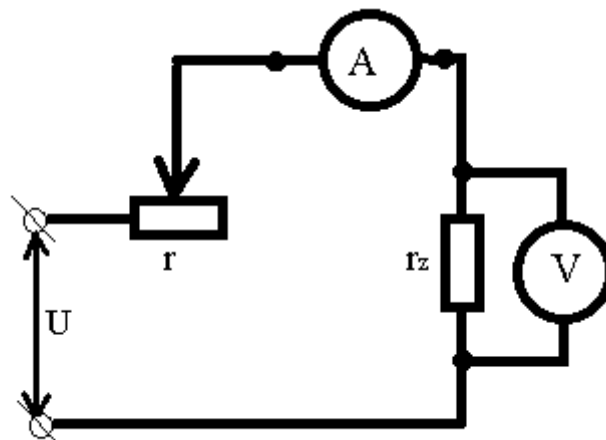

Рис. 8
1. Схема измерения приведена на рис. 8.